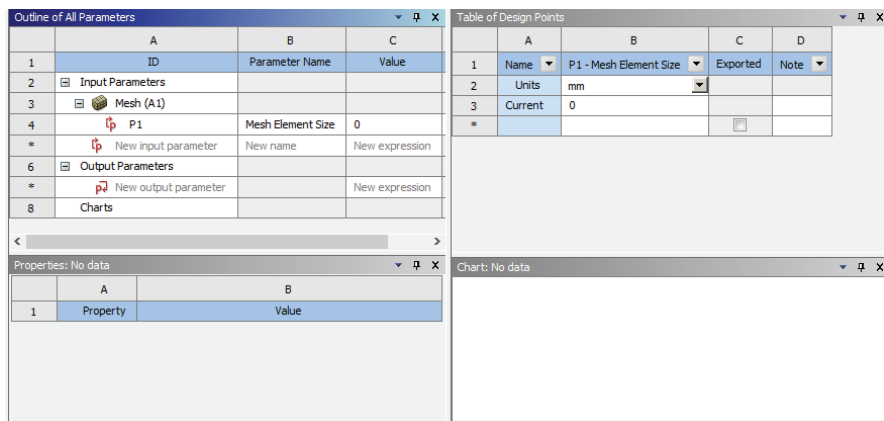

图 4-51 修改与查看设计参数界面
- 3) 双击 Parameter Set，得到的界面如图 4-51 所示。